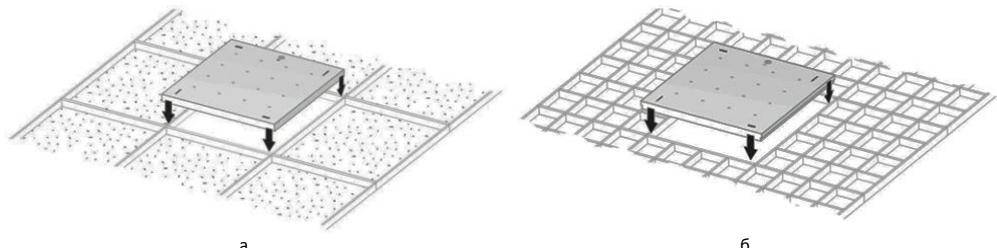
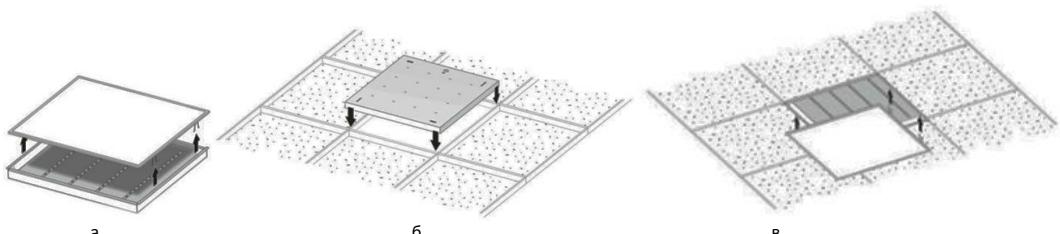

Рисунок 7 — Установка светильника Geniled серии Офис, ЛПО (а), серии Грильято (б) на подвесную конструкцию.
Рисунок 8 — Установка светильника Geniled серии Экофон на подвесную конструкцию.
5.3.3. Установите светильник Geniled на монтируемое место (Рисунок 7, а — для потолка типа «Армстронг», б — для потолка типа «Грильято», Рисунок 8 — для потолка типа «Ecophon»). Следите за тем, чтобы кабель не оказался зажат между элементами конструкции потолка и светильника. Убедитесь, что светильник надежно закреплен на потолке.